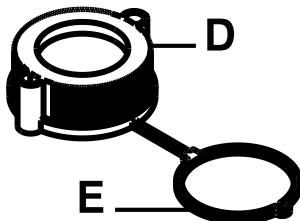

Abbildung 3-8: Deckel und Halteleine
3. Die Halteleine (E) (Abbildung 3-8 auf Seite 3-23) über den Ventilkörper (C) drücken (Abbildung 3-7 auf Seite 3-22). Die Halteleine (E) im Uhrzeigersinn drehen, bis sie das Gewinde am Ventilkörper passiert hat (C).
4. Darauf achten, dass der Deckel (D) (Abbildung 3-8 auf Seite 3-23) sich auf den Ventilkörper (C) schrauben lässt (Abbildung 3-7 auf Seite 3-22).
5. Die Luftanschlussbox (B) wieder in die Bettauflage drücken.